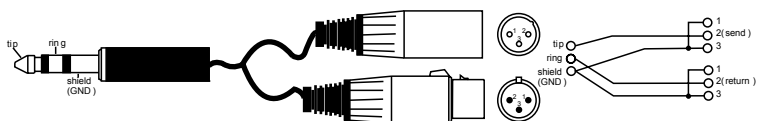

Рис. 2. Распайка кабеля для подключения к разъемам insert
- Подсоедините выход подавителя обратной связи к тому же разъему insert микшера. Кабель для подключения и его распайка указаны на рис. 2. Таким образом реализуется включение подавителя обратной связи «в разрыв».